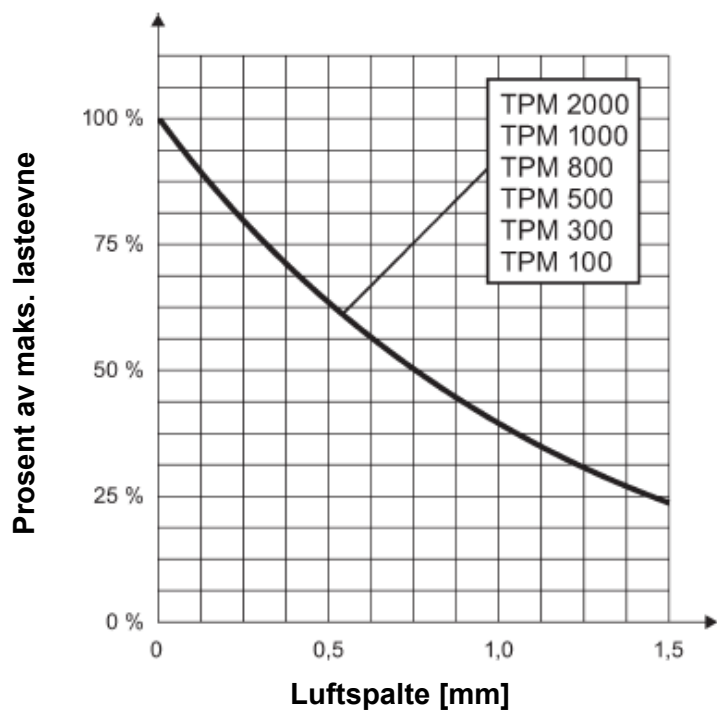
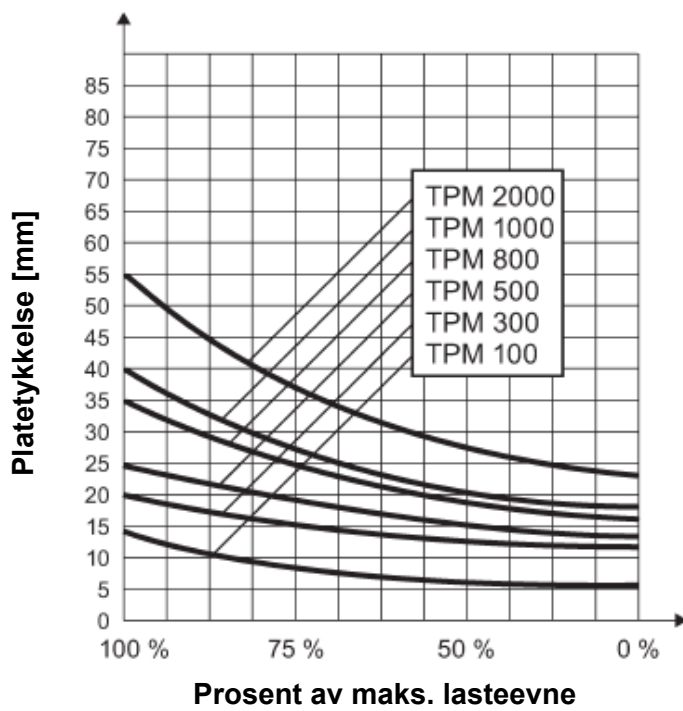

Fig. 4
Fig. 5
NB! Enhver avstand eller hindring mellom lasten og polskoene på magneten fører til redusert lasteevne (se også luftspalte i fig. 4).
- Hvis det oppstår luftspalte på grunn av beleg, ujevnheter osv., må det tas hensyn til dataene i fig. 4.
- Ta også hensyn til redusert lasteevne på grunn av rundt materiale, rør, rustfritt stål og støpegods (fig. 4, fig. 5, tab. 1, tab. 2).
NB! *Sørg for god kontakt med lasten! Ta hensyn til eventuell redusert lasteevne på grunn av luftspalte, materiale, materialtykkelse, materialform eller redusert kontaktflate (fig. 4, fig. 5, tab. 1, tab. 2).*